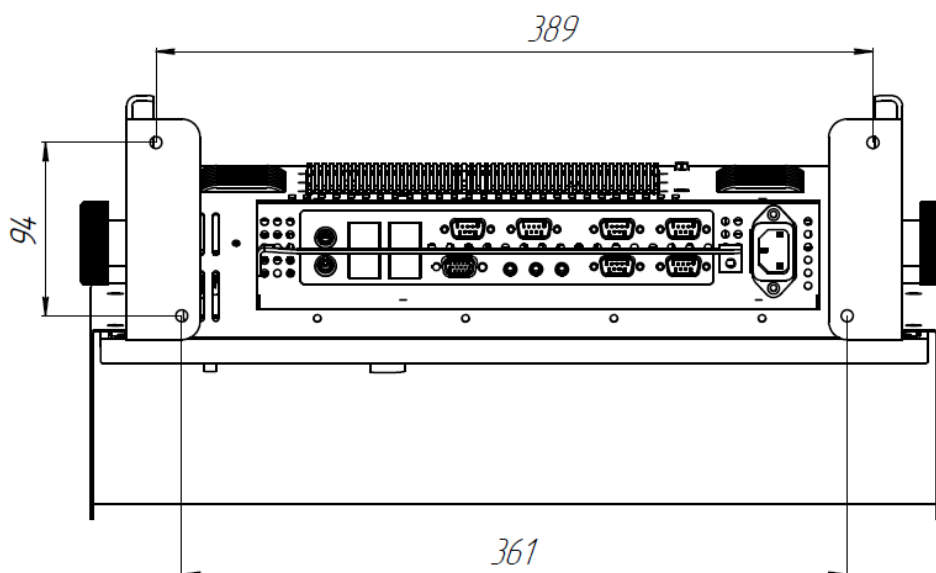

Рисунок 6 - Расположение монтажных отверстий при установке на кронштейны
1. Подготовить место для крепления кронштейнов (смотрите Рисунок 6);